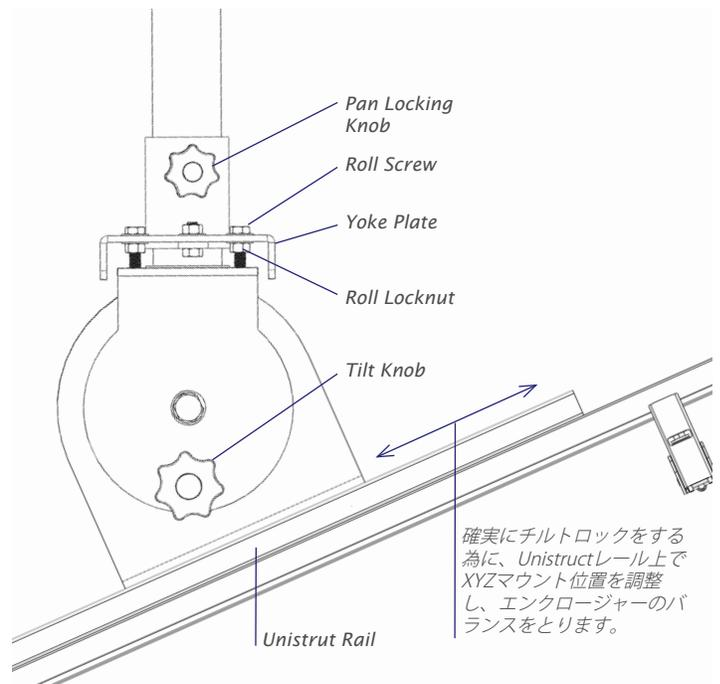

Figure 4
- ・ 最初に、4個全てのロールスクリューのロールロックナットを緩めます(図4)。